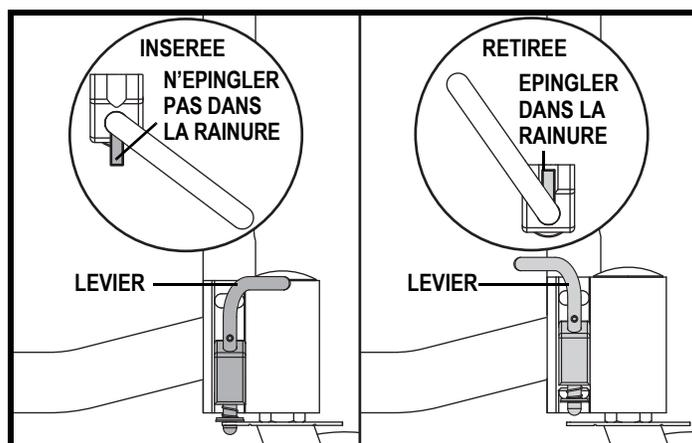

Figure 14. Utilisation des goupilles de blocage de roues avant
1. Tournez le levier pour que la goupille de sécurité ne soit pas dans la rainure afin d'insérer la goupille de blocage. **Voir la figure 14.**
2. Tournez le levier pour que la goupille de sécurité soit dans la rainure afin de retirer la goupille de blocage. **Voir la figure 14.**